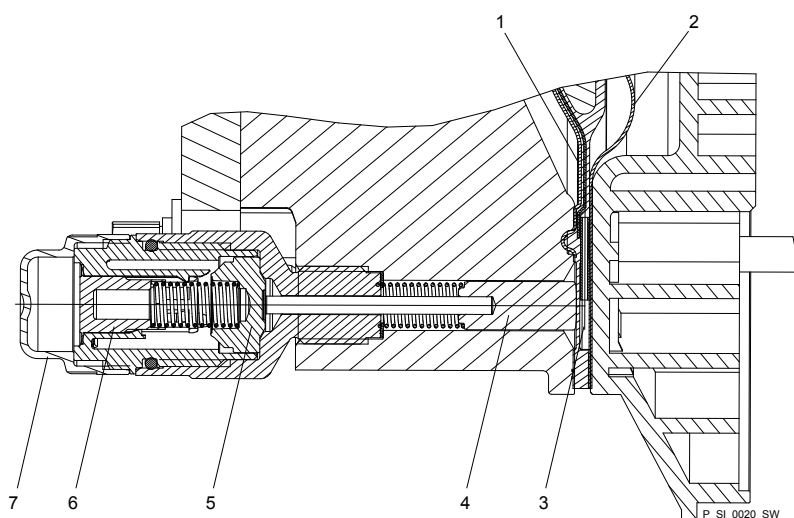

Fig. 38 : Vue en coupe de la signalisation de rupture de membrane Sigma (version « capteur visuel de rupture »)
2. ➤ Si le piston du capteur de rupture de la membrane – voir Fig. 38 , pos. 4 – devient humide ou encrassé, nettoyer le piston ainsi que l'orifice dans lequel il se déplace.